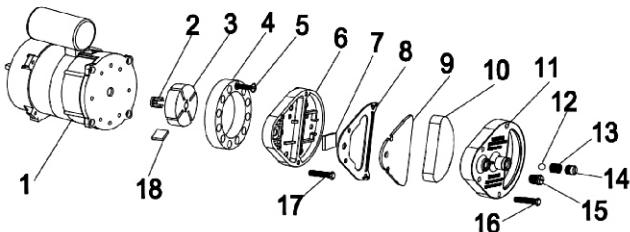

Fig. 2
Rengör luftfilter. Ta bort filterkäpan (11), tvätta insugefiltret (10) med ett milt rengöringsmedel och torka noggrant innan återmonteringen. Byt ut filtret till lufttillförseln (9) en gång per år (se Fig. 2).